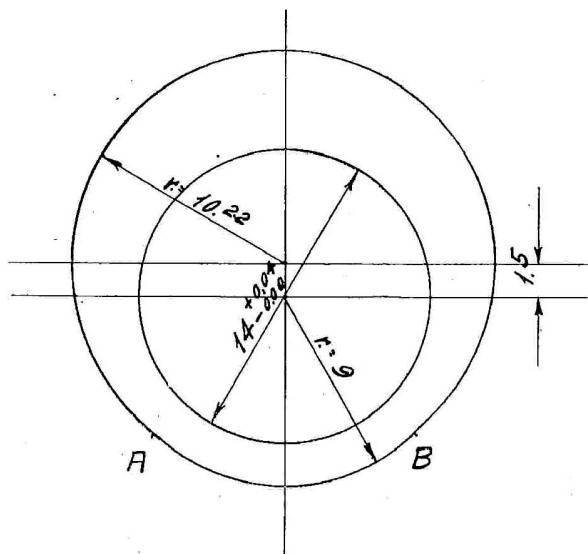

Fig. 73 - Schema sede delle palette.
- La sede di scorrimento delle due palette. Essa non è circolare, ma ha la forma e le dimensioni segnate in fig. 73.